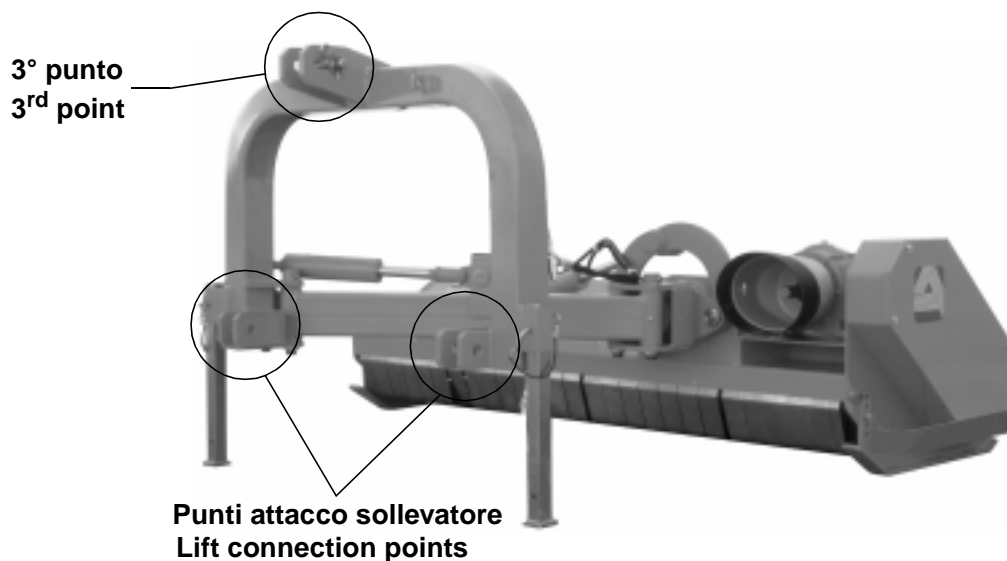
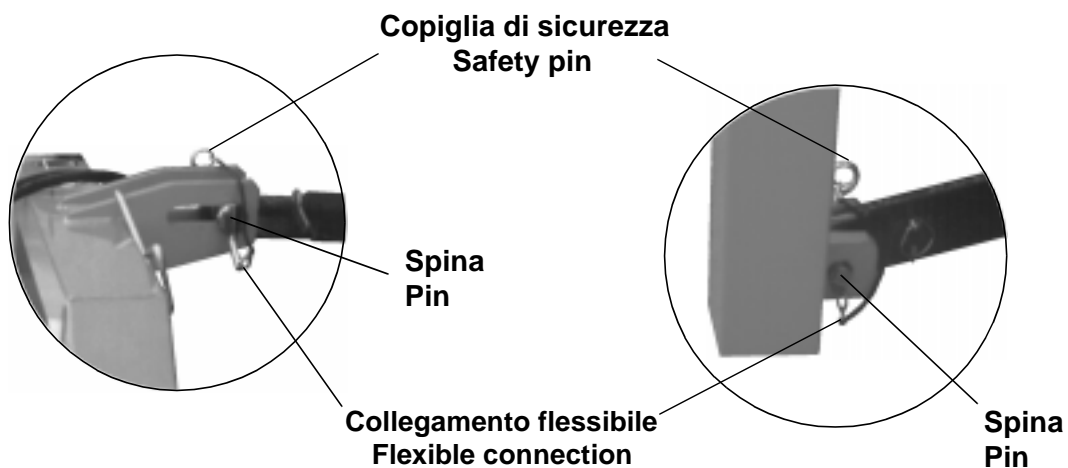

Fig. 4-3 Punti di collegamento alla trattrice - Connection points to the tractor
Fig. 4-4 Collegamento al sollevatore della trattrice
- Collegare i punti d'attacco (Fig. 4-3) ai bracci del sollevatore della trattrice (Fig. 4-4).
- Collegare il terzo punto (Fig. 4-3) alla trattrice (Fig. 4-5).
Assicurarsi che i collegamenti dei tre punti alla trattrice siano eseguiti correttamente. In particolar modo le spine, dopo essere state inserite, devono essere bloccate dalle copiglie di sicurezza (Fig. 4-4 e 4-5).
- Connect the connection point (Fig. 4-3) to the tractor lift arms (Fig. 4-4).
- Connect the third point (Fig. 4-3) to the tractor (Fig. 4-5).
Make sure that the three points are properly connected to the tractor. It is essential that the pins, once they have been installed, are secured by means of the safety pins (Fig. 4-4 and 4-5).